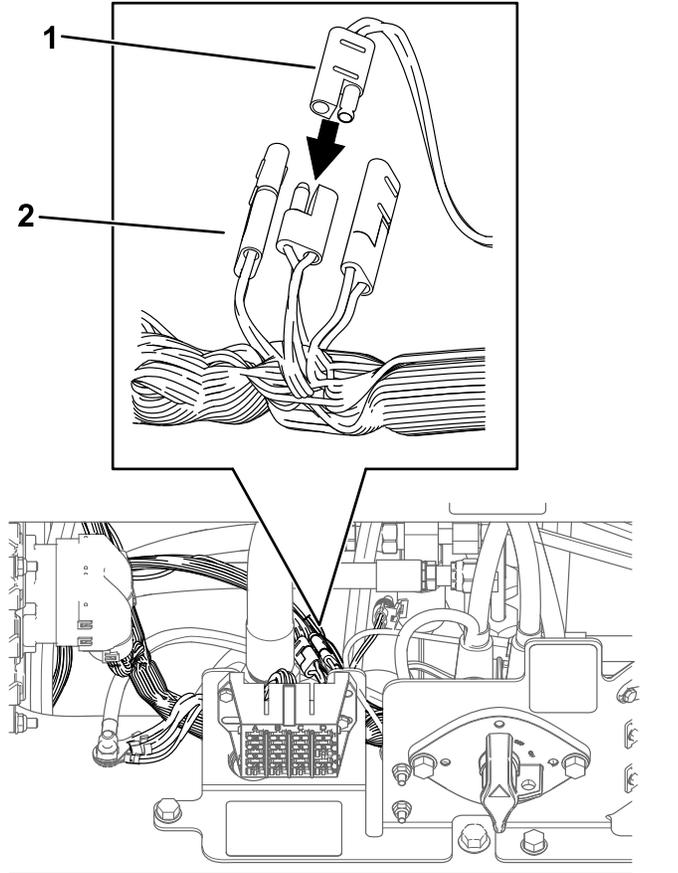

Figura 8
4. Retire el tapón de un conector de accesorios del arnés de cables de la máquina (P50, P75 o P76) y enchufe el arnés de cables del kit en el conector (Figura 8).